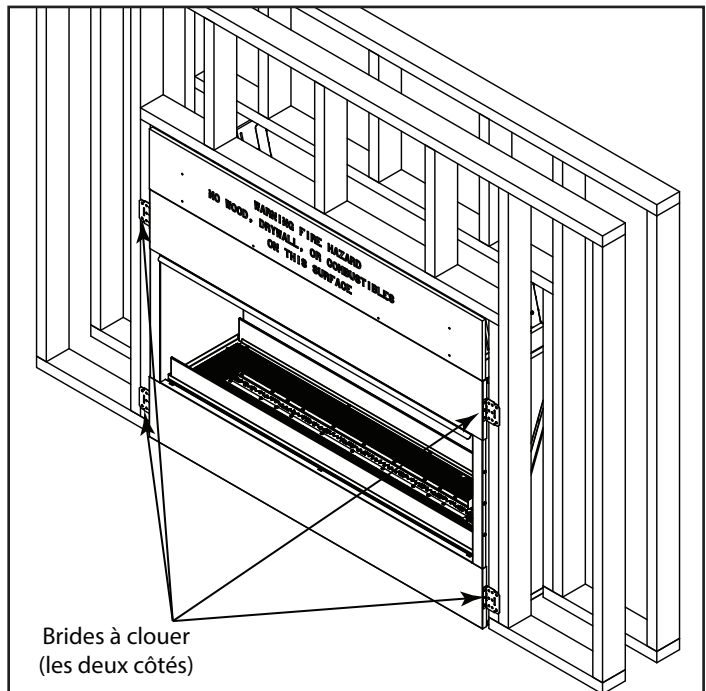

Figure 4.1. Positionnement et fixation des languettes à clouer
- Les languettes à clouer doivent être déplacées de la position d'expédition à celle d'installation, pour ensuite fixer à la charpente. Recourbez vers l'extérieur les quatre languettes à clous situées de chaque côté. Voir la figure 4.1.